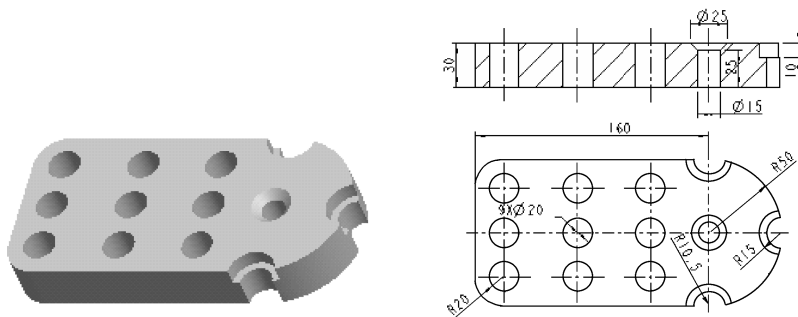

图 8-106 立体模型
- (1) 创建如图8-106所示的立体模型，其尺寸如工程图所示。